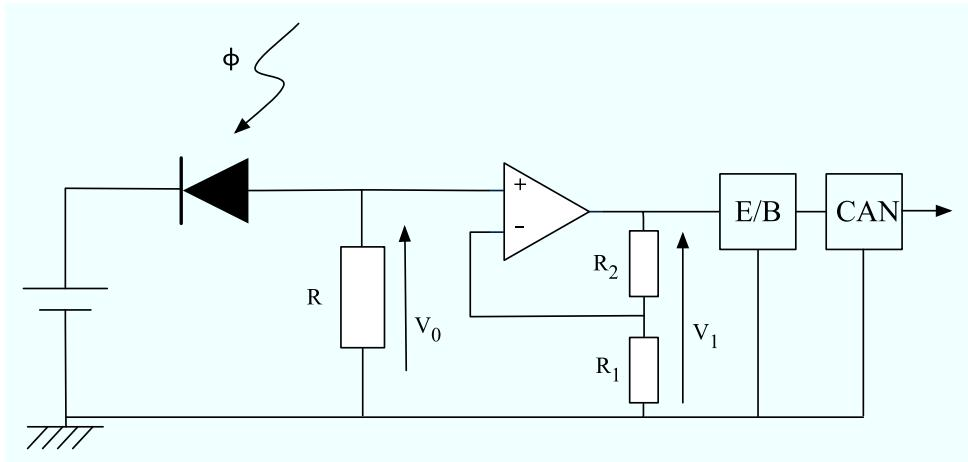

FIG. 2. Montage de la chaîne d'acquisition
Une chaîne d'acquisition (voir figure 2) est constituée d'une photodiode, d'un amplificateur à gain réglable, d'un échantillonneur/bloqueur (fréquence d'échantillonnage = 1 kHz) et d'un convertisseur analogique-numérique (qui code un signal de 0 à 10 V sur 8 bits). Cette chaîne est destinée à la mesure du flux lumineux sinusoïdal dans une zone inaccessible, située à 1 km de l'expérimentateur muni d'un ordinateur. Un cable sera donc utilisé pour transmettre le signal.
2. La figure 2 est incomplète car elle n'indique pas la présence du cable. A quel endroit doit-on placer l'amplificateur par rapport au cable ? Justifiez.